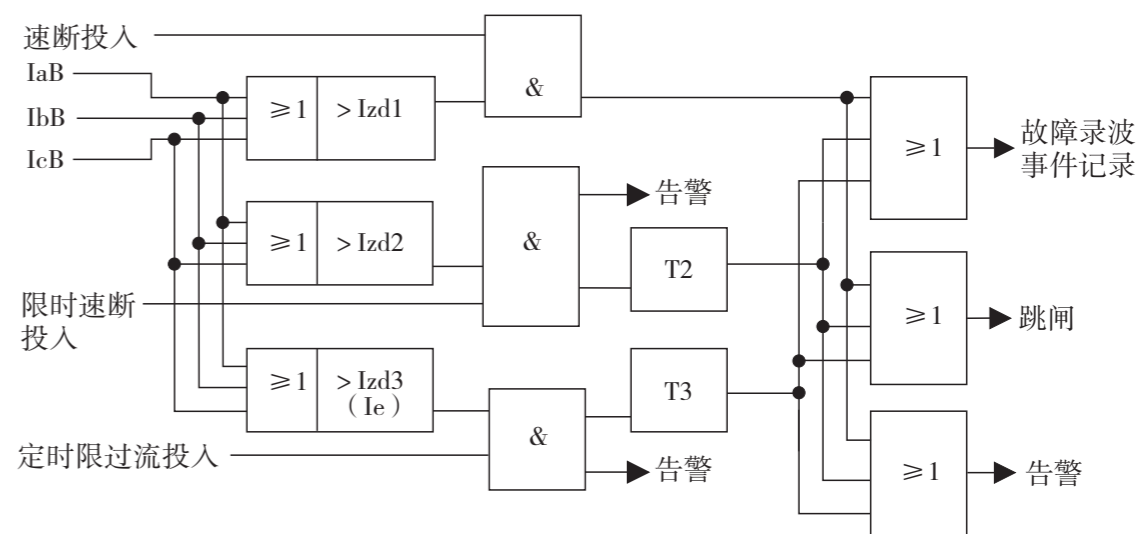

图10-1 三段式电流流保护逻辑框图
- YZ100-JX交流原理图（附图10-1）；
附图10-1：YZ100-JX交流原理图